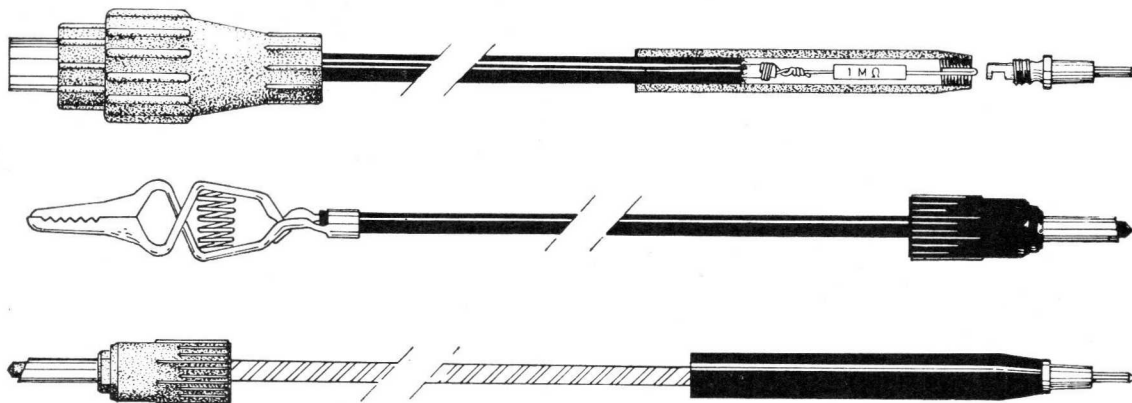

Figure 8.— Câbles de connexion extérieurs
en le présentant de face, comme il est indiqué sur la figure 7C. Vérifier l'aspect du connecteur monté avec la figure 8. La partie filetée du connecteur doit être suffisamment serrée de façon que la tresse soit fermement maintenue entre la partie conique du blindage et le capot.
- () Prendre la résistance de 1 Mégohm (marron, noir, vert) et enrouler une de ses connexions sur l'extrémité de l'isolant du conducteur central avec une certaine pression. Enrouler le conducteur central sur la partie droite du fil de sortie de la résistance. Réaliser la soudure correspondante en laissant le fer à souder jusqu'au moment où se ramollit l'isolant blanc qui se solidifie ensuite en enrobant l'épissure lorsque la soudure refroidit. De cette façon, toute traction mécanique exercée par la suite sera supportée par tout le conducteur au lieu de forcer uniquement sur l'âme centrale. Voir la figure 8. Couper l'autre extrémité de la résistance à 20 mm.
- () Prendre le câble de couleur noire pour la pointe de touche négative commune. Dénuder une extrémité sur 5 mm et souder une pince crocodile selon les indications de la figure 8 en serrant l'isolant dans la douille de la pince crocodile.
- () Dénuder le câble sur 10 mm du côté de l'extrémité libre et, ainsi qu'il est indiqué sur la figure 8, monter une fiche banane de couleur noire en la soudant.
- () Dénuder sur 10 mm, l'autre extrémité du câble de mesure rouge, le faire passer à l'intérieur du capot de la fiche banane rouge et le souder sur la partie métallique de la fiche banane, comme il est indiqué sur la figure 8. Revisser le capot de la fiche banane.